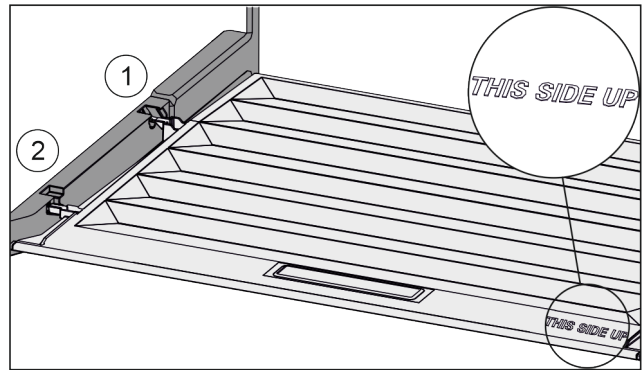

*Fig. 83*
- ▶ Потянуть крышку до отверстия в поддерживающих деталях вперед *Fig. 83 (1)*.
- ▶ Поднять сзади снизу и извлечь *Fig. 83 (2)* движением вверх.